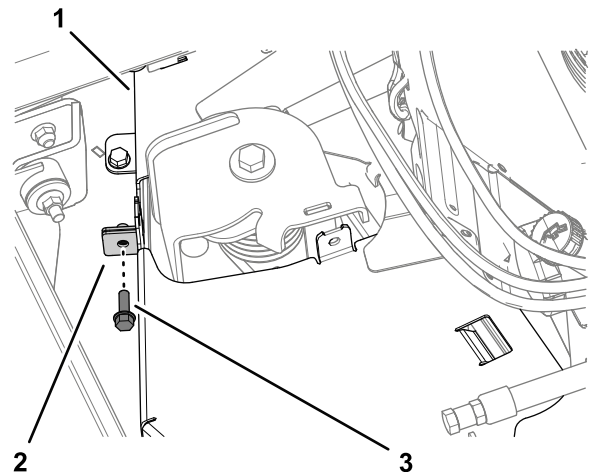

Bild 44
3. Befestigen Sie die Flanschverbindungen der Riemenabdeckung mit der Bundkopfschraube (Bild 44), die Sie in Entfernen der linken Riemenabdeckung \(Seite 30\) entfernt haben.